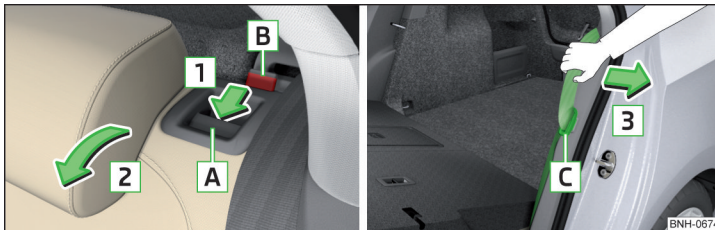

Abb. 68 Sitzlehne vorklappen / Bereitschaftsstellung des Sicherheitsgurts
- Die Schloszlunge **C** des Sicherheitsgurts in die Öffnung in der Seitenverkleidung stecken - Bereitschaftsstellung » Abb. 68.
- Den äußeren Sicherheitsgurt **C** zur Seitenverkleidung in Pfeilrichtung **3** ziehen » Abb. 68.